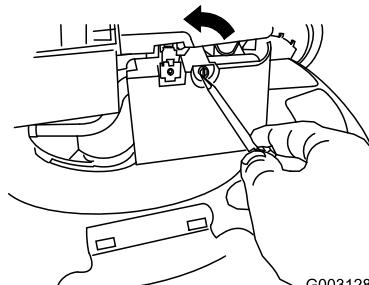

Figura 32
- Utilice un destornillador para abrir la tapa del filtro de aire (Figura 32).